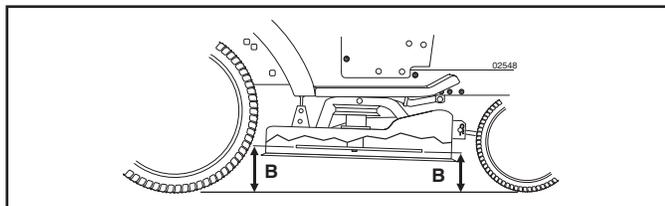

Fig. 40
**AJUSTEMENT AVANT/ARRIÈRE** (Voir les Figs. 40 et 41)